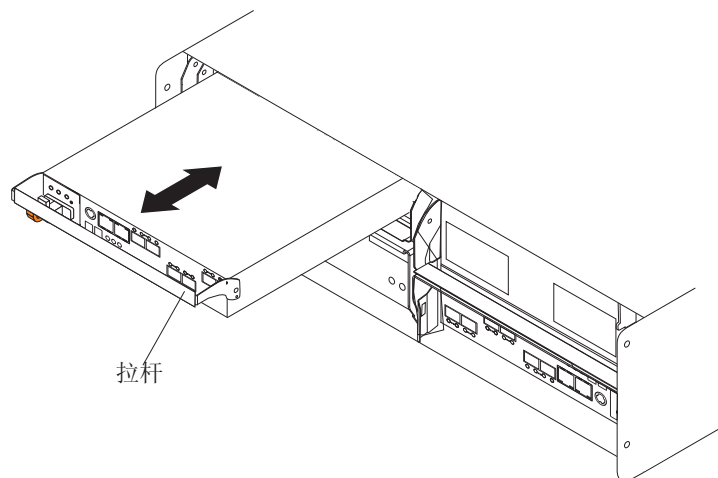

图 77. 从 DS5020 卸下控制器
9. 慢慢将拉杆从机箱拉出以从托架卸下控制器。在放开控制器拉杆时请使用双手。第 119 页的图 77 显示了从存储子系统机箱滑出的控制器。